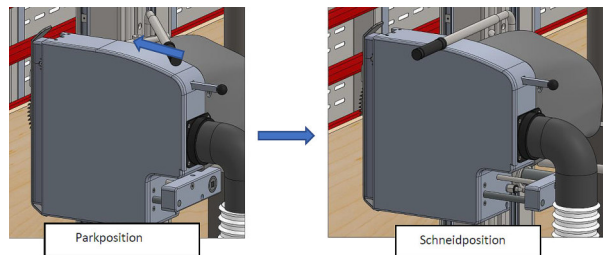

Abb. 23: Positionieren des Werkstücks auf der Plattensäge
- Das zu bearbeitende Material muss auf der gesamten Oberfläche wischend auf die Trägerwand (1, Abb.23) positioniert werden.
- Legen Sie die Werkstücke für horizontales oder vertikales Schneiden so auf den Plattenträger, dass sie sich stabilisieren, nicht verrutschen oder nach vorne oder unten kippen können. Die Werkstücke müssen die vom Sägeblatt und der Absaugung (4-5, Abb.23) ausgehenden Kräften standhalten.
- Verwenden Sie die mittlere Stopper für die horizontale Bearbeitung kleinerer Werkstücke (3, Abb.23).
- Vergewissern Sie sich vor dem Ausschalten, dass sich kein Schnittgut auf der Trägerwand befindet (5, Abb.23).
- Die Schnittposition der Werkstücke sollte so festgelegt werden, dass die Teile mit einem ausreichenden axialen Abstand zum Sägeblatt gehalten oder manuell gesichert werden können. (7, Abb. 23.)